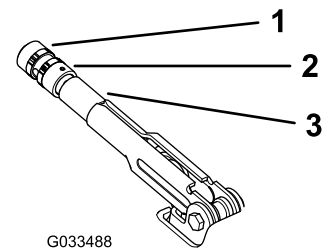

Figura 59
3. Gire el pomo (Figura 59) hasta que se requiera una fuerza de 20–22 kg (45 – 50 libras) para accionar la palanca.
4. Apriete el tornillo de fijación cuando termine (Figura 59).